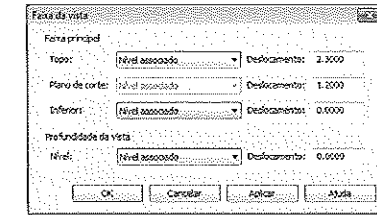

Figura 7.70 – Janela de diálogo Faixa da vista.
- **Faixa da vista:** define a profundidade do corte para vista em planta e corte a partir do pavimento/nível, Figura 7.70.